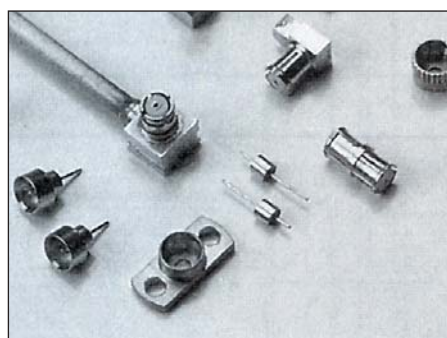
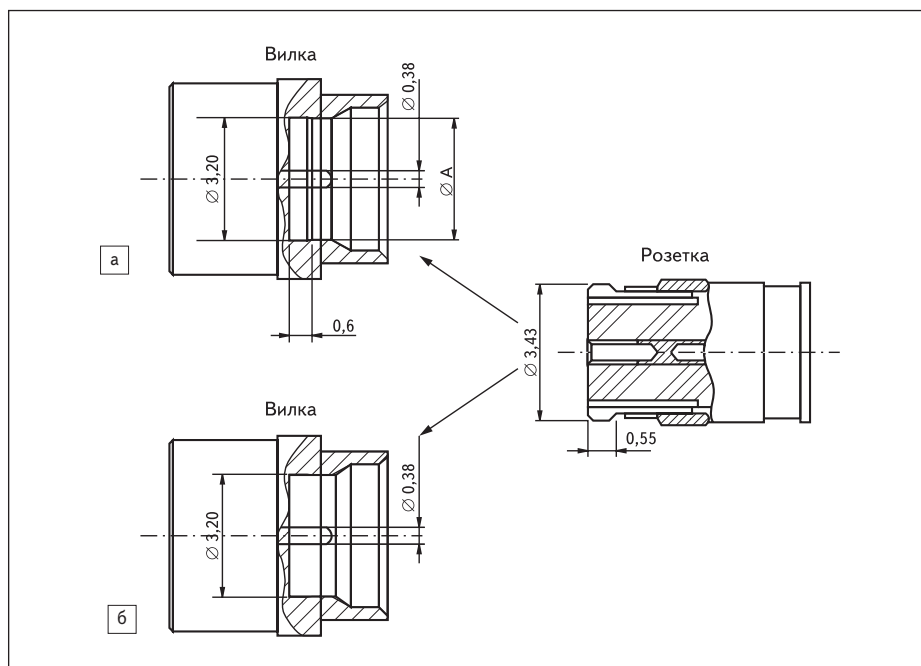

Рис. 2. Внешний вид соединителей SMP
Рис. 1. Конструкция соединителей SMP: а) полное и ограниченное защелкивание; б) скользящее соединение
Конструкция микроминиатюрных соединителей SMP представлена на рис. 1, а их внешний вид показан на рис. 2.
1. Полное защелкивание, или блокировка (full detent, lock-on), используемая в соединителях, работающих в условиях жесткой вибрации (рис. 1а). «Detent» определяется как механизм, который временно сохраняет одну часть в определенном положении относительно другой и может быть реализован при приложении усилия к одной из частей. Для разъединения «вилки» и «розетки» требуется специальный инструмент — экстрактор. Допускается до 100 циклов соединения-разъединения.
Соединители «вилка» для полного и ограниченного защелкивания отличаются лишь диаметром А (рис. 1а): в первом случае $\varnothing A = 2,9^{+0,1}$ мм, во втором — $3,0^{+0,1}$ мм. При меньшем диаметре происходит большее сжатие пружинящей входной части «розетки» и более полное защелкивание.
3. Скользящее соединение (smooth bore, slide-on, blind mate connection), осуществляемое за счет распружинивания выступа «вилки» после ее введения в «розетку» с гладкой (без канавки) внутренней поверхностью (рис. 1б). Типичное применение этого варианта — соединение и рассоединение материнской и дочерней печатных плат. Допустимое количество циклов соединения — более 1000. Многие производители выпускают «вилки», в которых применено также соединение catcher's mitt — разновидность скользящего соединения. Главное его отличие — наличие достаточно широкой заходной фаски под углом 45°. Благодаря этому еще больше облегчается соединение «вилки» и «розетки» в случае их несоосности в момент стыковки.